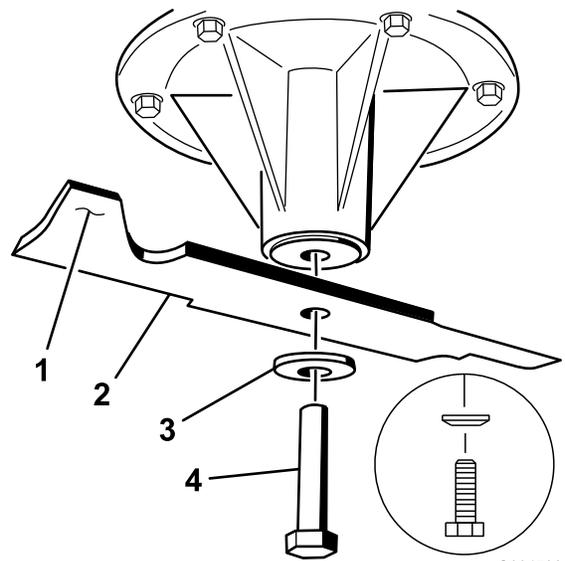

Figure 92
1. Placez la lame sur l'axe (Figure 92).
2. Installez la rondelle élastique et le boulon de la lame (Figure 92).
Remarque: Le cône de la rondelle élastique doit être dirigé vers la tête du boulon (Figure 92).